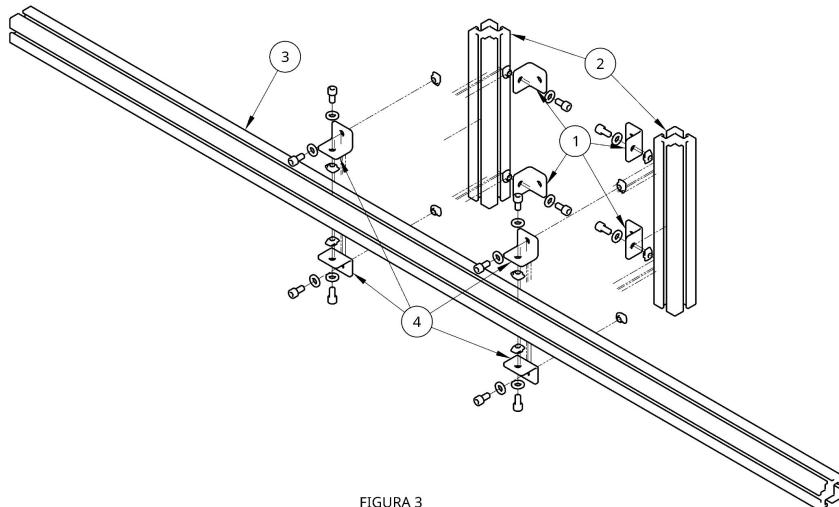

FIGURA 3
Monte quatro cantoneiras (1) nos perfis verticais menores (2), como mostra a Figura 3.
Prenda-as com outras quatro cantoneiras (4), como indicado na Figura 3.